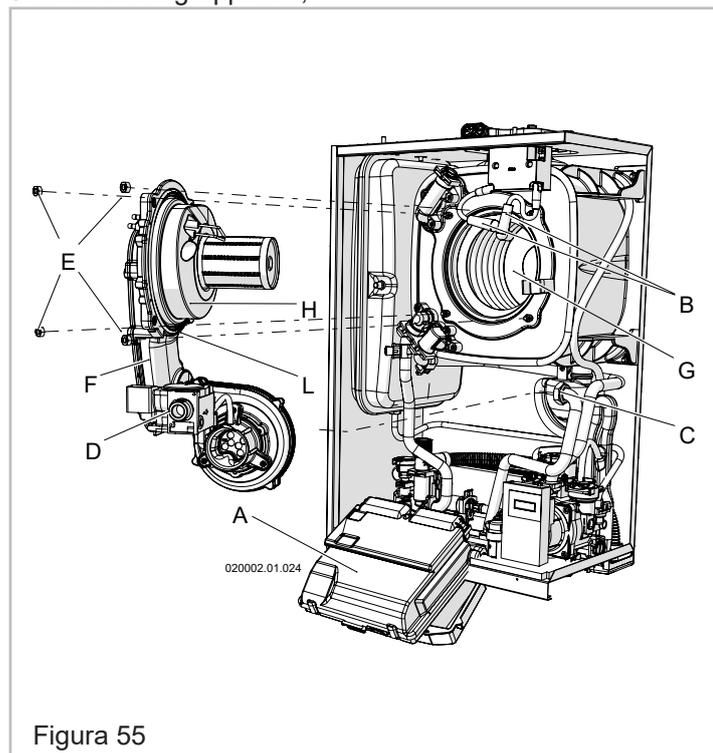

Figura 55
Quando non è diversamente specificato fare riferimento a Figura 55.
**⚠ ATTENZIONE!!!** Ogni volta che si effettua la pulizia del bruciatore e dello scambiatore primario occorre verificare il buono stato degli isolanti termici "G" e "H" di Figura 55. Se necessario sostituirli (richiedendo gli appositi kit) assieme alla guarnizione del bruciatore "L" di Figura 55.